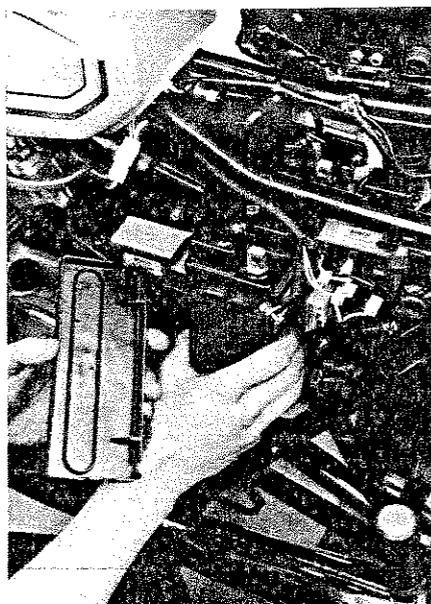

Fig. 165
- 5) Estrarre dal lato sinistro la batteria (Fig. 165).
- 5) Withdraw the battery from the frame from the left side of the bike (Fig. 165).